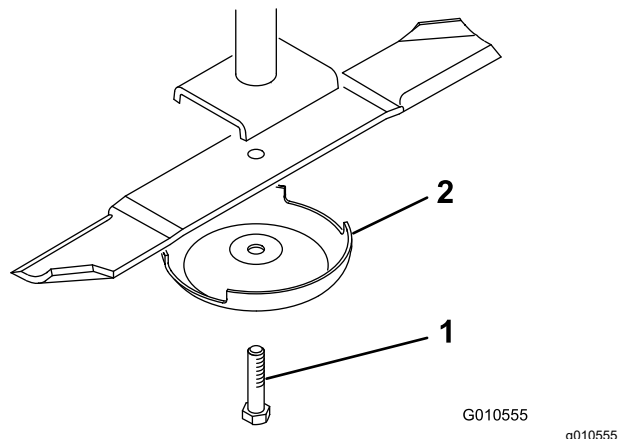

Рисунок 28
2. Возьмитесь за конец ножа рукой в перчатке на толстой подкладке или через слой ветоши. Снимите болт ножа, защитный колпак и нож с вала шпинделя (Рисунок 28).